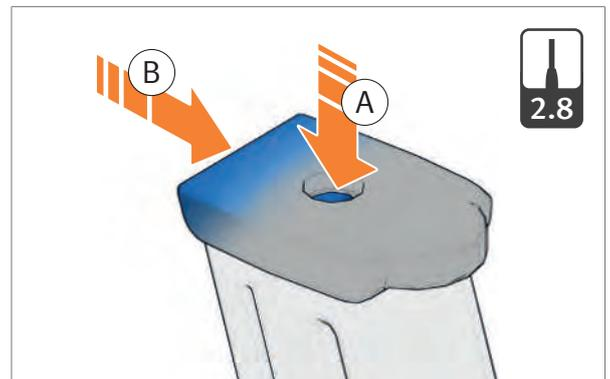

Abb. 60: Magazinboden nach vorne schieben
1. Bodenhalter mit Durchtreiber eindrücken und Magazinboden nach vorne schieben (Abb. 60).